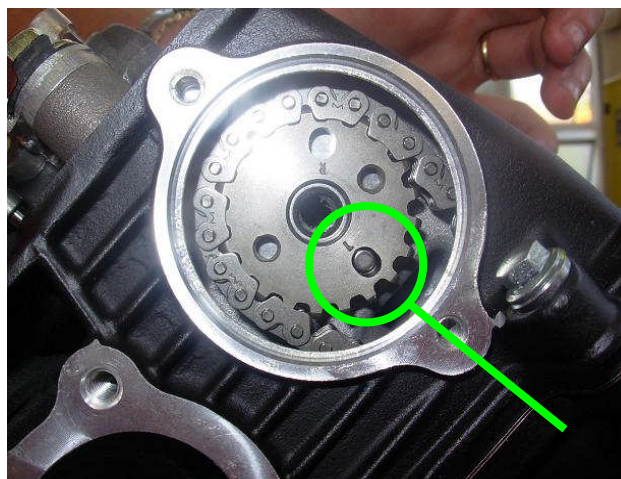

Fig. 2
- 4) Controlar que el engranaje de la distribución esté ubicado como en la foto (fig. 2) **(en circulación y en stock)**